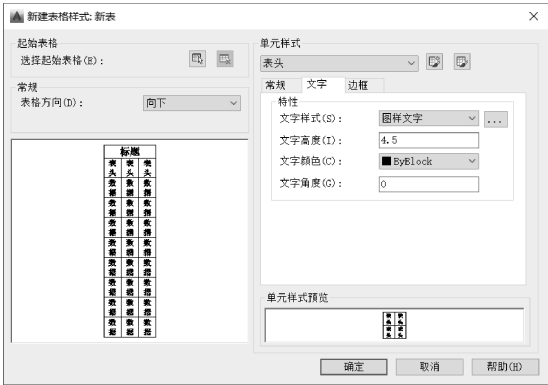

图 7-43 “表头”样式的“文字”选项卡设置
- 6) 设置“表头”单元样式：在“样式”下拉列表框中选择“表头”选项，在“文字”选项卡中，选择“图样文字”样式，如图 7-43 所示。